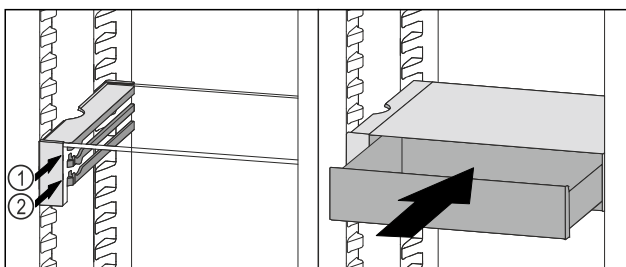

Fig. 140
- ▶ Поставете чекмеджето на VarioSafe зад ограничителите върху желаното ребро Fig. 140 (1) или Fig. 140 (2).